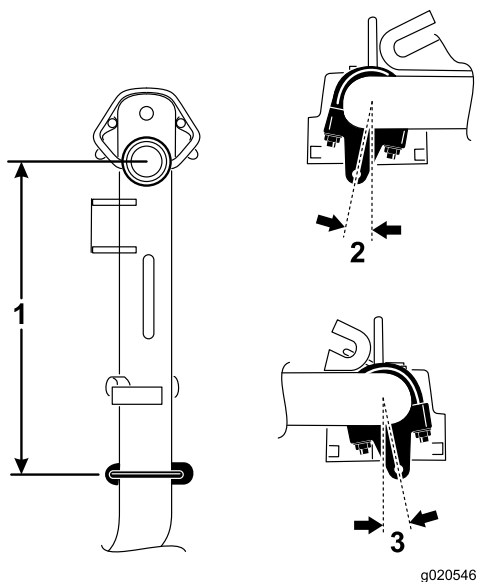

Bild 4
1. Positionieren Sie die Kettenhalterungen und die U-Schrauben an den Hubarmen Nr. 1, Nr. 4 und Nr. 5 38,1 cm hinter der Mittellinie des Kreuzgelenks (Bild 4).
2. An den Hubarmen Nr. 1 und Nr. 5 sollten die Halterungen 10 Grad nach rechts von der Vertikalen gedreht werden (Bild 4).
3. Am Hubarm Nr. 4 sollte die Halterung 10 Grad nach links von der Vertikalen gedreht werden (Bild 4).